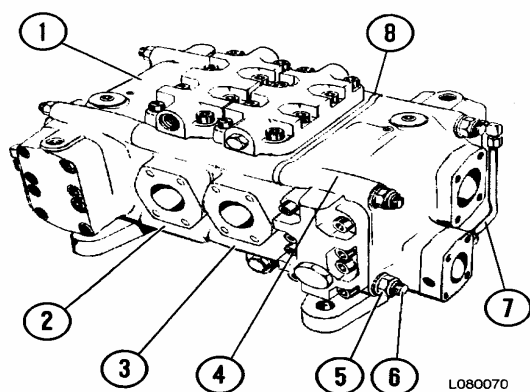
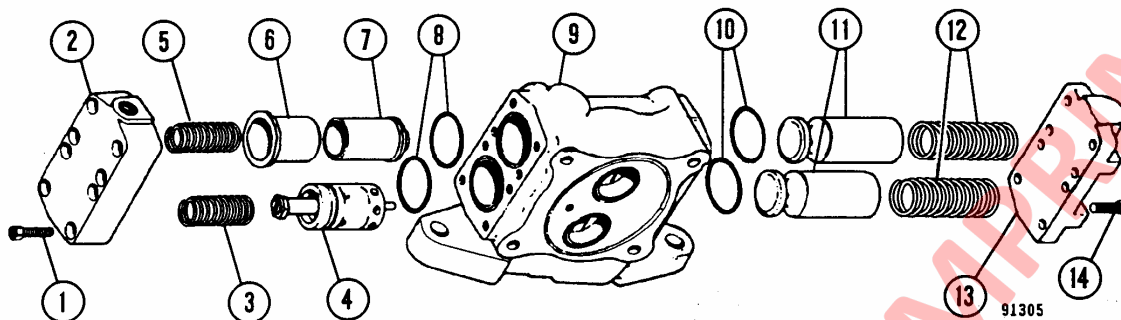
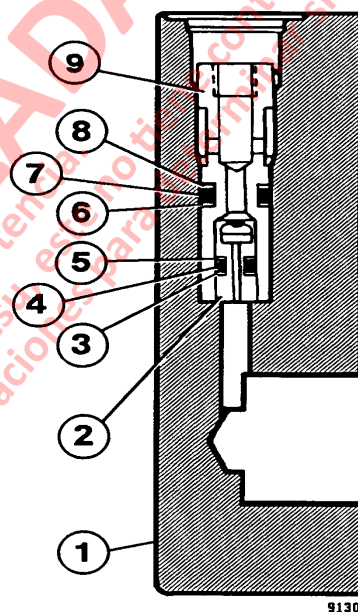

FIGURA 8-2. CONJUNTO DE LA VALVULA DE ELEVACION
FIGURA 8-5. DESENSAMBLADO DE LA SECCION DE ENTRADA
FIGURA 8-6. DESMONTAJE DEL CABEZAL MOVIL DE RESTRICCIÓN (Cubierta de Entrada)
*Nota: La válvula se debe posicionar con la placa separadora (8, Figura 8-2) hacia la parte delantera del camión.*
1. Saque las cuatro tuercas y golillas del tirante de acoplamiento (5, Figura 8-2) de un extremo de la válvula. Deslice los tirantes de acoplamiento de la válvula y separe las secciones.
- Desconecte el tubo externo (7, Figura 8-2) en el extremo de la cubierta. Saque los pernos (14, Figura 8-5), saque la cubierta (13). Saque los resortes (12), válvulas de retención (11) y anillos de goma (10).
- Saque los pernos (1, Figura 8-5) y la cubierta (2). Saque los resortes (3) y (5) y la válvula de control de flujo/alivio principal (4). Saque la camisa (6), la válvula de alivio de baja presión (7) y los anillos de goma (8).
**NOTA:** Si se requiere sacar el cabezal móvil de restricción en la cubierta (2, Figura 8-5), consulte el Paso 4 y la Figura 8-6.
- Saque la camisa (9, Figura 8-6), el anillo de respaldo (8), el anillo de goma (7), el anillo de respaldo (6). Saque el anillo de respaldo (5), el anillo de goma (4), el anillo de respaldo (3) y el cabezal móvil de restricción (2).
2. Si ha desmontado el cabezal móvil de restricción (2, Figura 8-6), reensamble en el orden que se muestra.
3. Monte las válvulas de retención (11, Figura 8-5) en sus respectivas cavidades. Monte los resortes (12).
4. Monte los anillos de goma (10) y la cubierta (13). Monte y apriete los pernos (14) con un torque de **81 N.m (60 ft. lbs.)**.
5. Monte la válvula de alivio de baja presión (7) en la camisa (6) y monte el conjunto en la caja (9). Monte la válvula de alivio principal/control de flujo (4). Monte los resortes (3) y (5). Monte la cubierta (2). Monte los pernos (1). Apriete los pernos con un torque de **81 N.m (60 ft. lbs.)**. Conecte el tubo externo y apriete las tuercas con un torque de **34 N.m (25 ft. lbs.)**.
**NOTA:** No es necesario sacar las secciones de entrada (1) ó (4, Figura 8-2) para desensamblar la sección del carrete (2) ó (3).